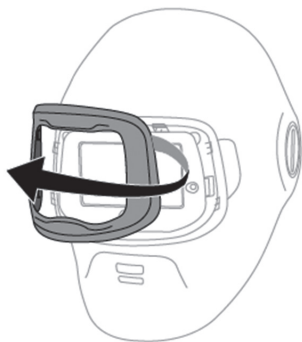

図8a
- ① フロントカバーを指でつまみ、前方に引っ張るようにして溶接フードから取り外します（図8a）。
1. 図8a、bを参考にして、溶接シールドから液晶フィルターを取り外します。